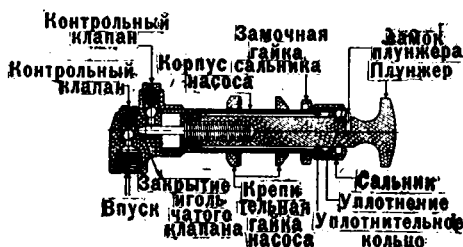

Рис. 47. Разрез заливного насоса для заливки топлива.
62. Насос для заливки (рис. 47).